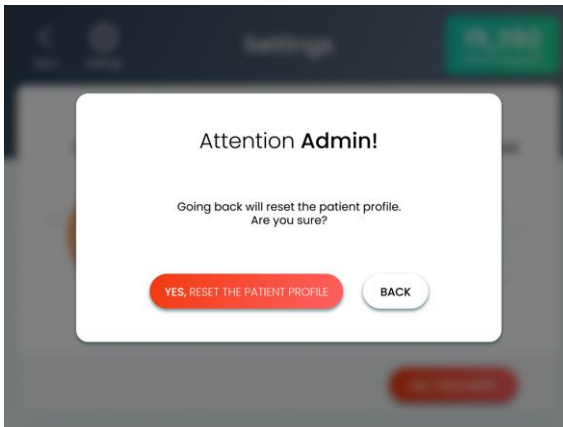

Figura 5-14. Pantalla de advertencia de reinicio del perfil del paciente
1. En la pantalla de tratamiento, pulse el botón **Back** (Atrás); aparecerá la pantalla de advertencia de reinicio del perfil del paciente, como se muestra en la Figura 5-14.